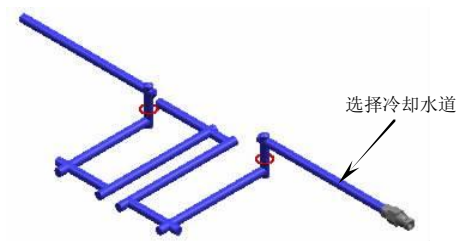

图5-117
17. 在【注塑模向导】工具条中单击【冷却】按钮，弹出【Cooling Component Design】对话框。选择冷却水道，并选择【CONNECTOR PLUG】选项，然后在【PIPE_THREAD】下拉列表中选择【M10】选项，单击 按钮创建水嘴，如图 5-117 所示。